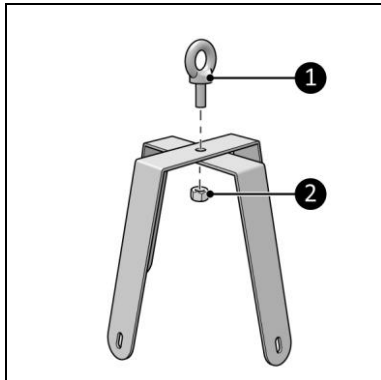

Figura 4
1. Înșurubați și strângeți ambele suporturi de perete împreună cu inelul de ancorare (Figura 4, poz. 1) și piulița (Figura 4, poz. 2).